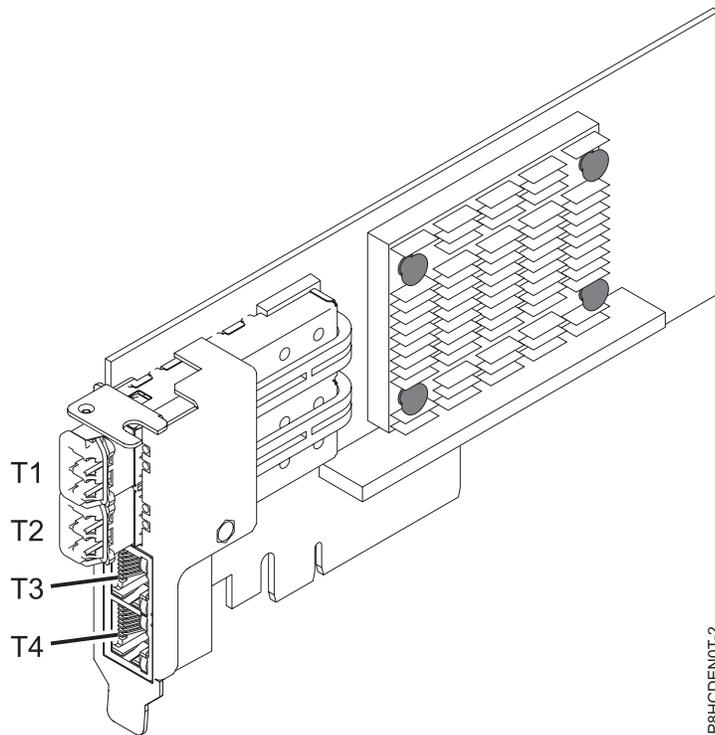

図 62. FC EN0T アダプター
この 4 ポート・アダプターは、2 個の 10 Gb スモール・フォーム・ファクター・プラグ可能 (SFP+) 光 SR トランシーバー・ポートと 2 個の 1 Gb RJ45 イーサネット・ポートを提供します。2 個の 10 Gb SR ポートは、リトル・コネクタ (LC) 二重タイプ・コネクタを備えています。光トランシーバーは、短波レーザー光学を使用し、LC コネクタ付きの MMF-850nm ファイバー・ケーブルで接続されます。光ケーブルについて詳しくは、97 ページの『ケーブル』を参照してください。各 10 Gb ポートは公称データ速度 10 Gbps (G ビット/秒) のイーサネット接続を提供します。96 ページの図 62 は、FC ENOT アダプターを示しています。